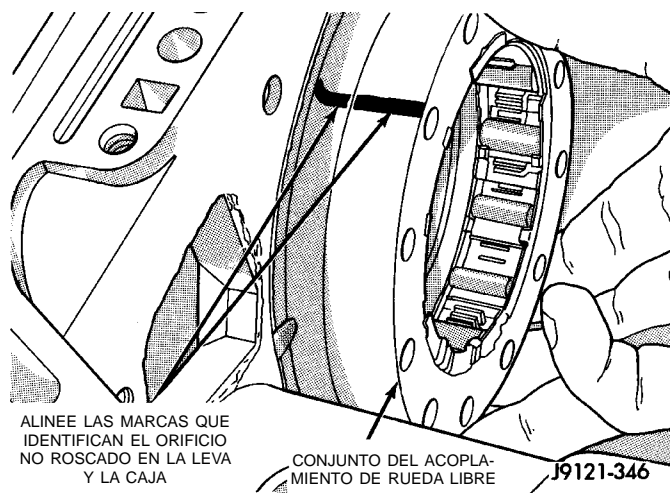

Fig. 145 Instalación del acoplamiento de rueda libre
(2) Marque la posición del orificio no roscado en la leva del embrague y la zona lisa en el círculo de perno con un lápiz de grasa.
(3) Alinee e instale el acoplamiento de rueda libre y la leva en la caja (Fig. 145). **Asegúrese de que la leva esté correctamente instalada. Los orificios para pernos en la leva están embutidos levemente en un lado. Asegúrese de que este lado de la leva mire hacia atrás (hacia el reten del émbolo).**
(4) Verifique que el orificio no roscado en la leva del embrague esté correctamente alineado. Verifique la alineación enroscando un perno en cada orificio para perno. Ajuste la posición de la leva del embrague si fuera necesario.